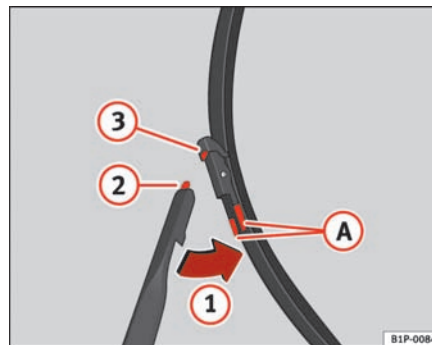

Fig. 141 Udskiftning af
- Tryk på låsetappen **A**, og tag viskerbladet ud i pilens retning **1** ⇒ side 198, fig. 141.
- Sæt tappen **2** ind i holderen **3** i viskerbladet ⇒ side 198, fig. 141.
- Tryk viskerbladet modsat pilens retning **1** ind mod viskerarmen, indtil du hører et klik ⇒ side 198, fig. 141.